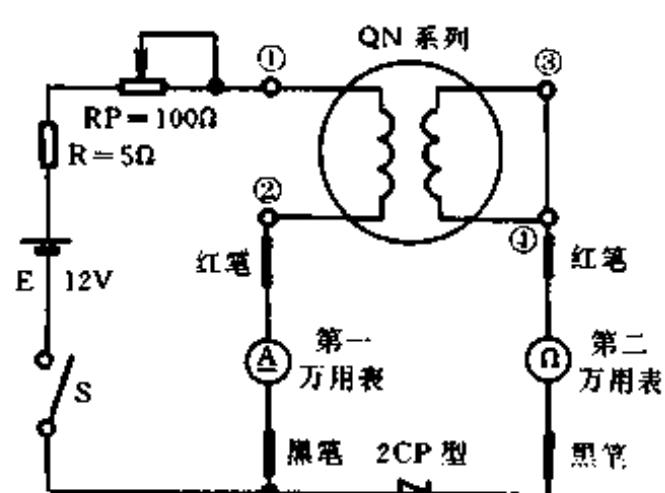

图 42
测量方法如图 42 所示。E 为加热电源，其电流(称加热电流)由 RP 控制。第一只万用表拨至 1A 或 0.5A 挡检测加热电流。第二只万用表检测气体浓度变化时元件电阻(即①②与③④极间电阻的变化)。2CP 型二极管为避免加热回路影响测量电路而加。测量前欧姆表拨至